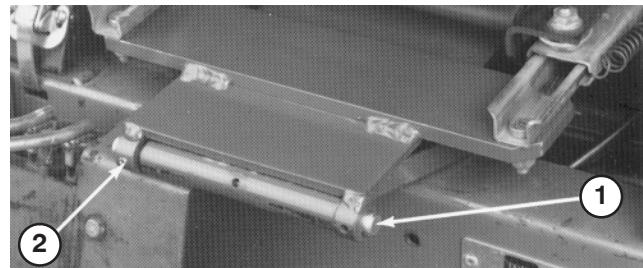

Bild 9
3. Montieren Sie den Sitz und die Sitzstütze mit dem Gelenkschaft und dem Rollstift an der Schwenkhalterung des Sitzes (Bild 9).
- Montieren Sie den Sitz und die Sitzstütze mit dem Gelenkschaft und dem Rollstift an der Schwenkhalterung des Sitzes (Bild 9).